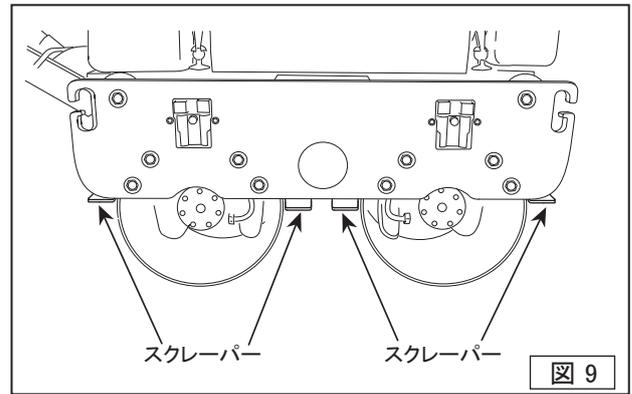

図 9
- 泥が詰まったり曲がったり、あるいは損傷していないかを確認してください。(図9)
- 必要に応じてドラムとスクレーパーの隙間を調整してください。(図9)